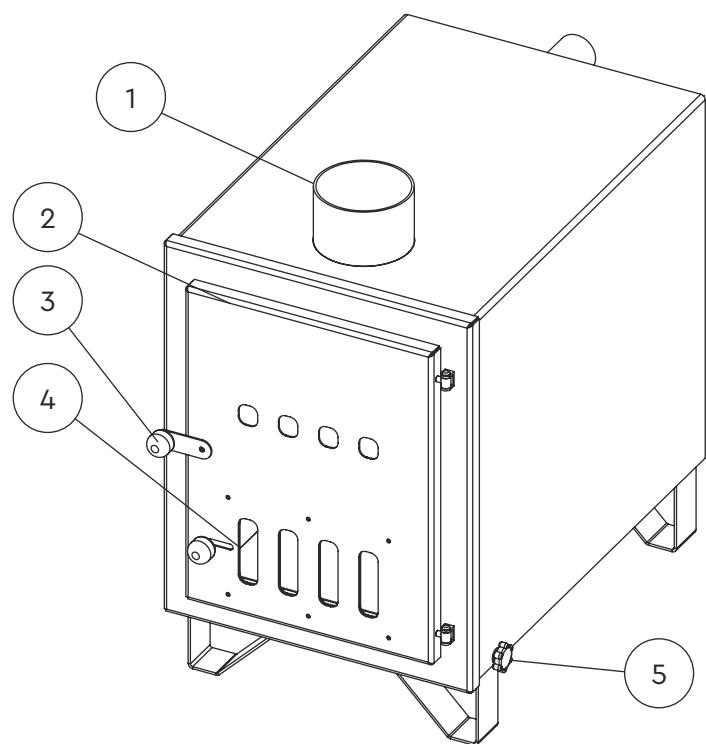

Figure 2
**Poêle extérieur** – le poêle (voir Figure 2) connecté à la cuve thermale pour chauffer l'eau à l'intérieur.
Le poêle extérieur et la cheminée sont chauds pendant le chauffage et pendant quelques heures après le chauffage. Il est interdit de toucher ces pièces à mains nues pendant l'utilisation. Pour ouvrir la porte du poêle, maintenez le loquet de la porte du poêle. Voir Figure 2.